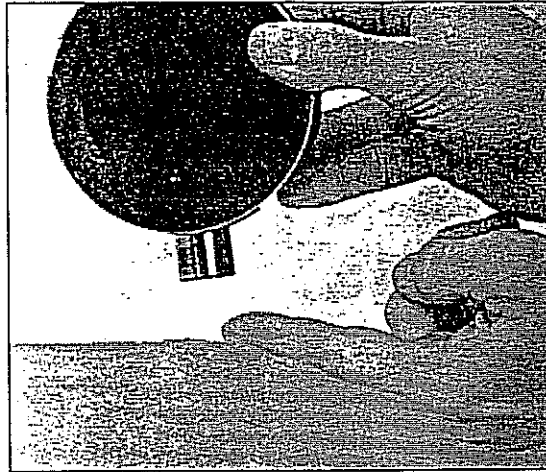

Bild 159
- Kolbenbolzen darf leicht eingeölt weder im Pleuel noch im Kolben Spiel aufweisen und muss frei beweglich sein. Siehe Bild 159.